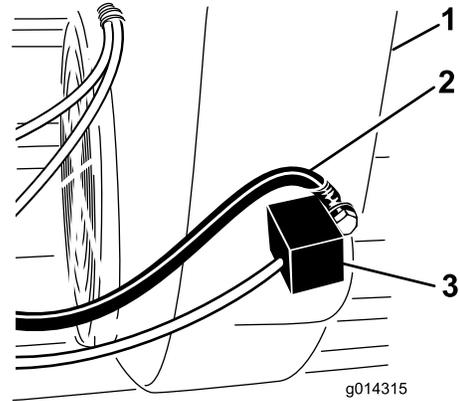

Figure 5
- Localisez le module d'allumage du moteur sous le carénage du moteur (Figure 5). Il est situé sur l'avant de l'ensemble moteur.